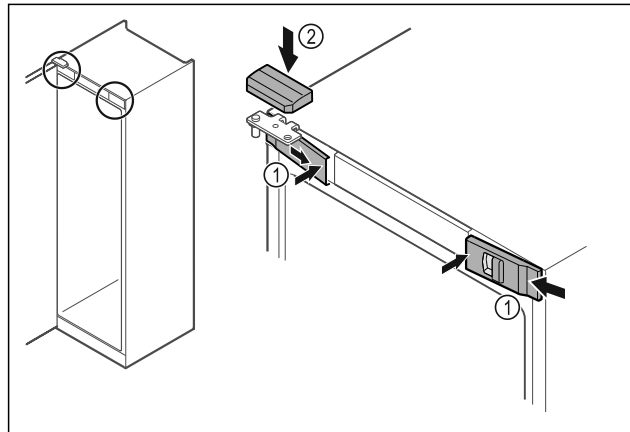

Fig. 54
- ▶ Передні кришки Fig. 54 (1) зачепити збоку та зафіксувати всередині.
- ▶ Зафіксуйте верхню кришку Fig. 54 (2) зверху.